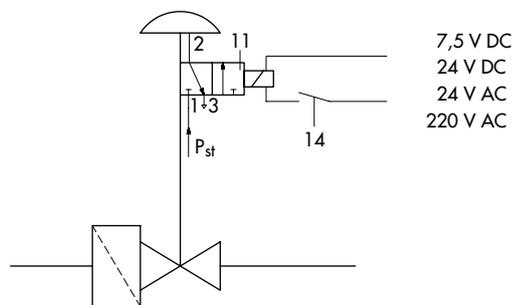

Рис. 5 · Принцип действия прибора без позиционера
Давление p_{st} подается на соленоидный клапан (11), катушка которого включена в релейную схему блокировки установки сжигания топлива (контакт 14). В рабочем состоянии катушка управляющего клапана находится под током, и давление p_{st} через штуцер 1 (рис. 5 и 6) воздействует на рабочую мембрану. При отключении электричества или другой неисправности управляющий клапан переключается и из камеры мембраны через выход 3 сбрасывается давление. Усилиям возвратных пружин регулирующий клапан закрывается за время менее 1 секунды.